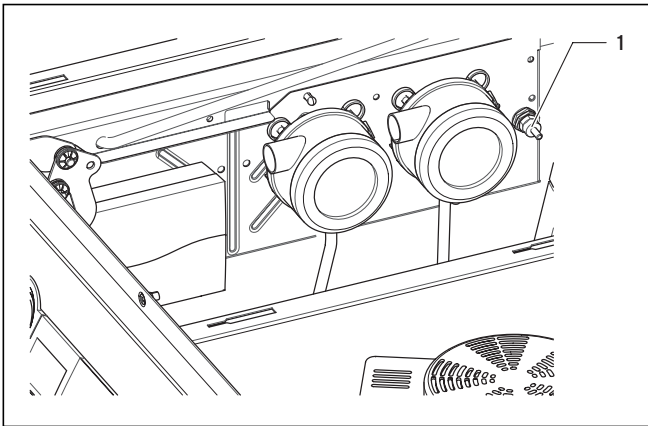

Abb. 9.1 Entriegelung nach STB Abschaltung
- Entriegeln Sie den STB durch Drücken des Stiftes (1, Abb. 9.1).